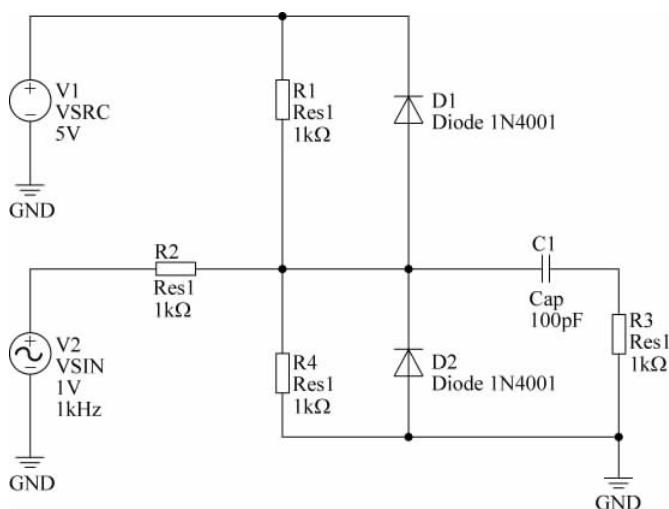
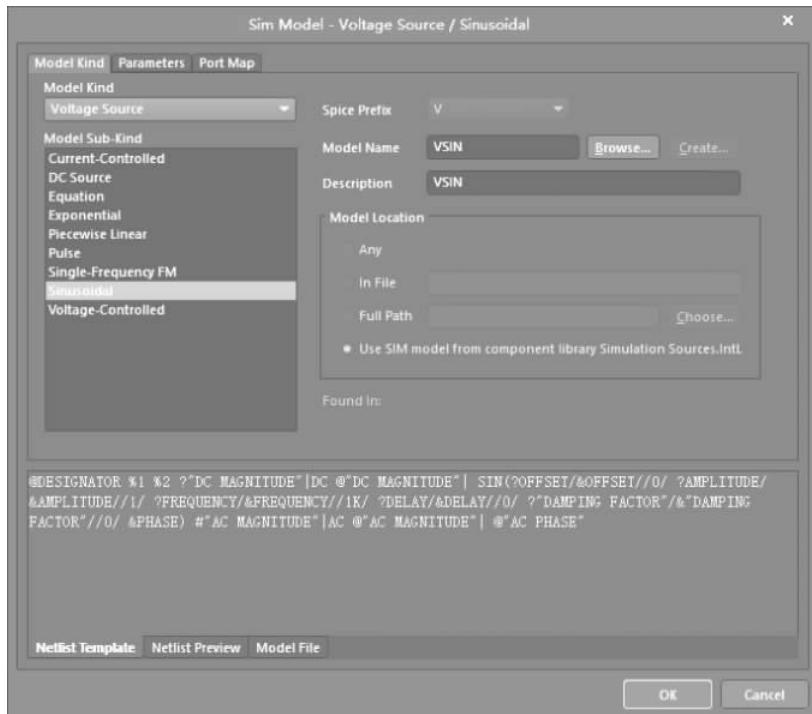

图 3-26 修改后的参数
图 3-27 修改信号源配置参数界面
(6) 按照如图 3-26 所示, 修改电路中元器件和信号源的参数设置。为了便于后面对激励源信号的参数修改, 下面给出修改 V2 的参数设置步骤。
- ① 双击 V2 交流信号源符号, 打开其配置界面。
- ② 单击其配置界面 General 选项卡下方的 Models 选项的 按钮对 VSIN 进行编辑, 打开如图 3-27 所示的信号源参数对话框。在该对话框中, 有下面三个标签: